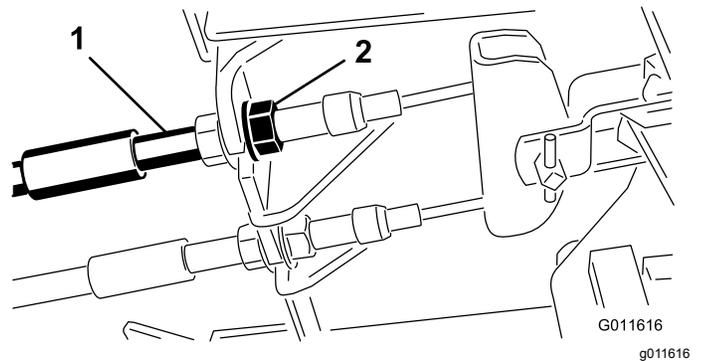

Figure 71
1. Pour réduire la garde aux pédales de frein, serrez les freins en desserrant l'écrou avant sur l'extrémité filetée du câble de frein (Figure 71).